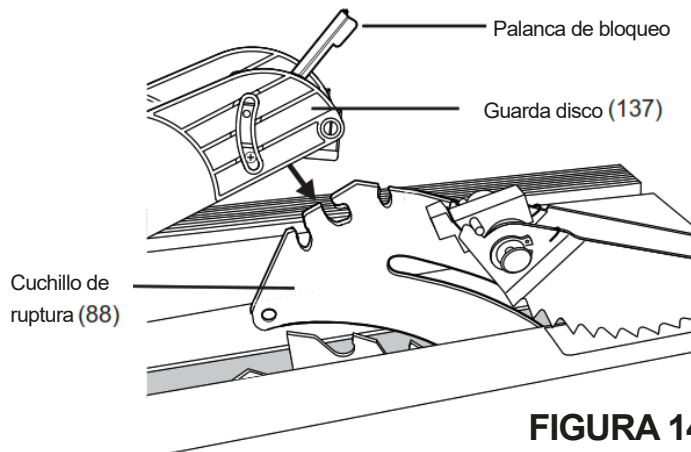

FIGURA 14
1. Coloque el protector del disco de sierra contra la parte superior del cuchillo de ruptura para que los rodillos se deslicen en la ranura en la parte superior del cuchillo de ruptura. Ver Figura 14.